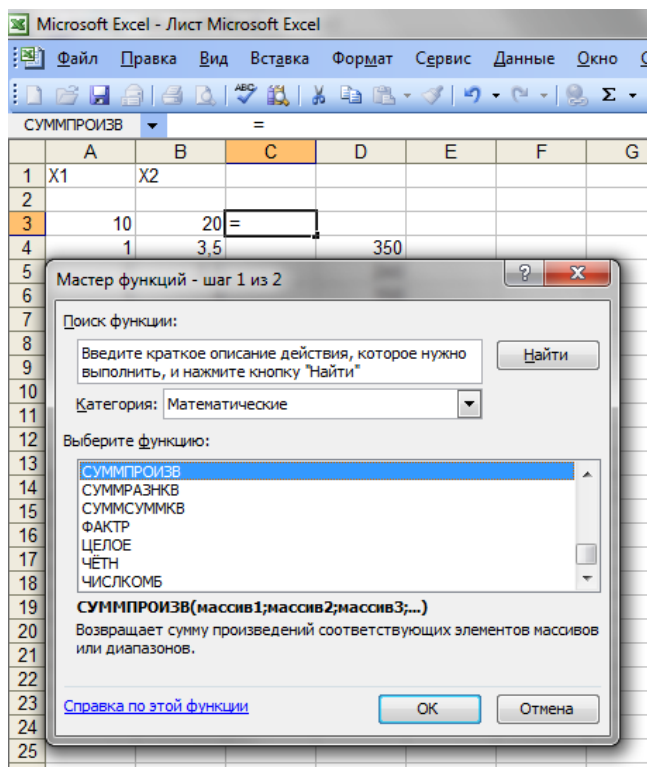
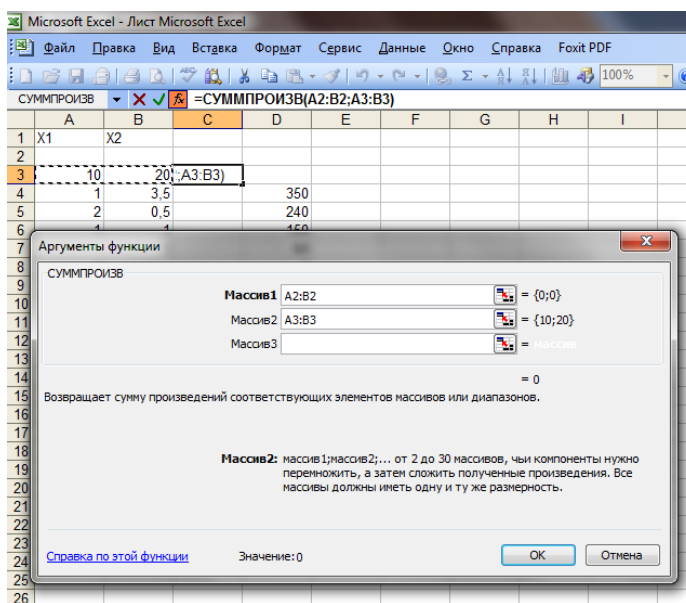

Рисунок 3 - Выбор функции
Рисунок 4 - Ввод данных для функции СУММПРОИЗВ
• В окне «Функции» выбрать строку «СУММПРОИЗВ» (рис.3). На экране появляется диалоговое окно «СУММПРОИЗВ» (рис.4).